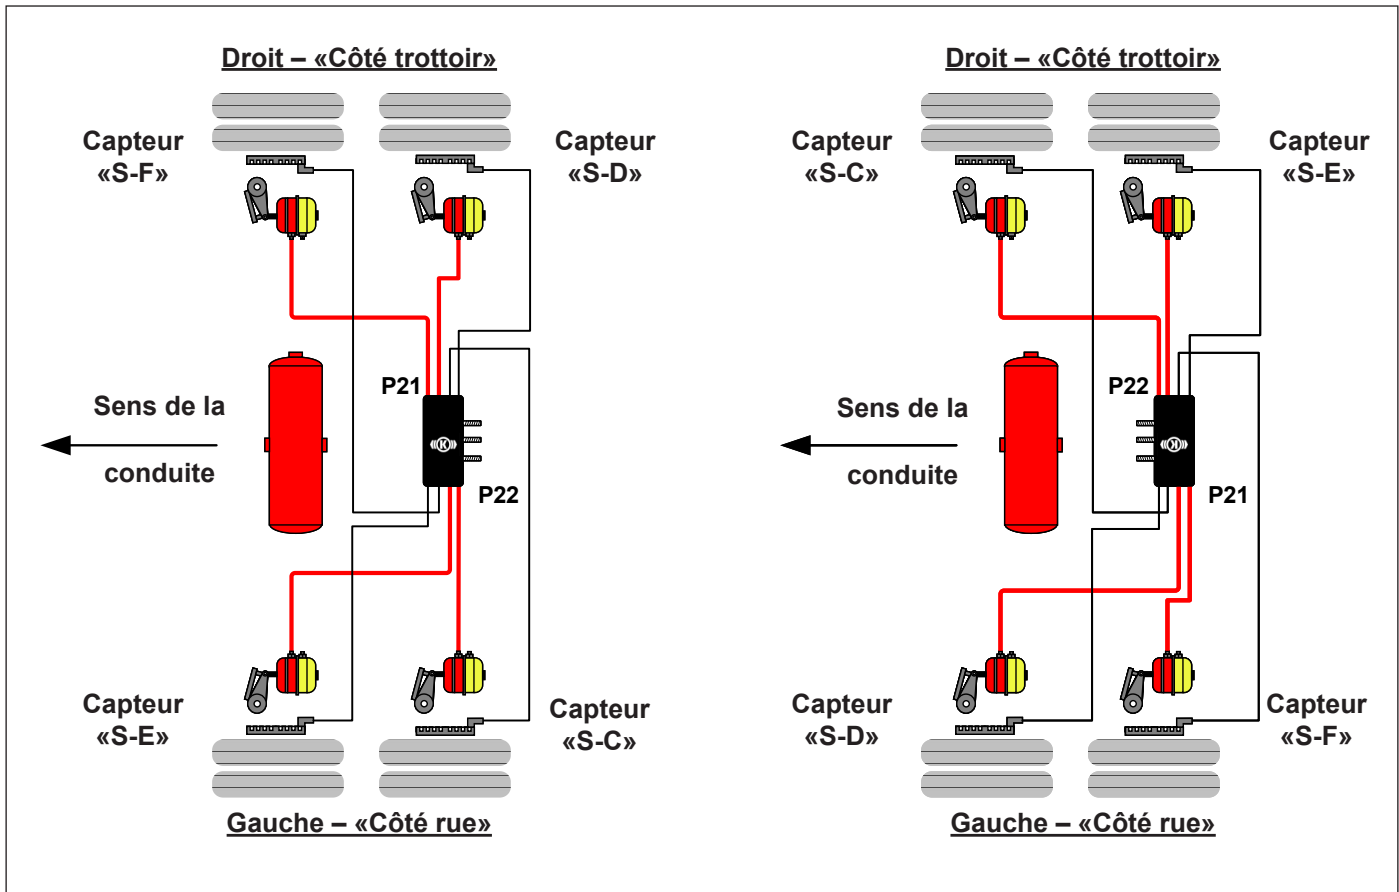

Figure 19 – Emplacements des capteurs de vitesse de roue (WSS)
REMARQUE : Le WSS doit suivre l'orientation du module comme indiqué à la figure 19 pour les remorques à essieu fixe. S'il y a un essieu relevable et que des capteurs doivent être posés sur cet essieu, utiliser les capteurs secondaires « SE » et « SF ».
- Si le positionnement des WSS ne correspond pas à l'orientation du module MC avancé TABS-6 montrée par la figure 19, un code d'anomalie (DTC) est créé et le voyant du système de freinage antiblocage (ABS) s'allume.
- Se reporter aux lettres en relief sur le corps moulé, ou voir la figure 19, pour les positionnements des WSS, « S-C », « S-D », « S-E » et « S-F ».